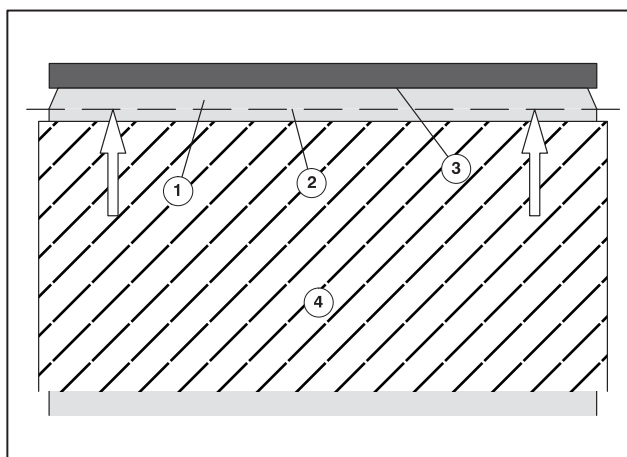
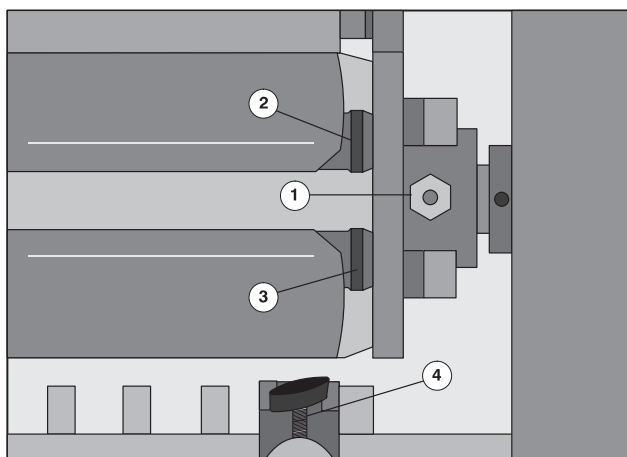

Рис. 25 Укладка подкладных листов
Рис. 26 Зажимные валы офсетного полотна
- ❶ Новые или дополнительные подкладные листы (Рис. 25/❷ - заштрихованный) положить на офсетное полотно (Рис. 25/❶).
- ❷ Переднюю кромку подкладных листов выровнять по пунктирной линии (Рис. 25/❷) (начало сужения). Подкладные листы нельзя прикладывать к зажимной шине.
- ❸ Выровнять подкладные листы по бокам по офсетному полотну.
- ❹ Офсетное полотно с подкладными листами держать, слегка зажав; при этом вращать машину вперед кривошипной рукояткой до тех пор, пока не откроется доступ к зажимному валу (Рис. 25/❶).
- ❺ Установить зажимную шину на стороне обслуживания в паз заднего зажимного вала (Рис. 25/❶) и при этом слегка нажать на пружину на стороне обслуживания.
- ❻ Вдвинуть затяжную шину полностью в паз; зажимная шина под действием пружины прижимается в сторону привода и фиксируется в зажимном валу.
- ❼ Зажать офсетное полотно, сильно закрутив шестигранный винт (Рис. 26/❶).
- ❽ Выставить тактовые ролики (Рис. 26/❷) снова на формат; при перемещении следить за тем, чтобы тактовые ролики были защелкнуты в правильной позиции. Тактовые ролики зафиксировать в защелкнутой позиции с помощью винтов.
- ❾ Машину повернуть с помощью кривошипной рукоятки, чтобы убедиться, что столкновений не будет.